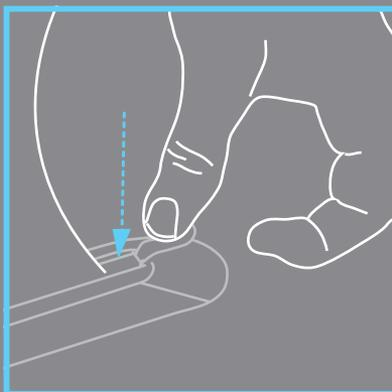

Figure 2
- Appuyez fermement sur l'autre extrémité de l'aileron vers le bas et bloquez-le en poussant le clapet terminal de retour vers le bas (Figure 2).